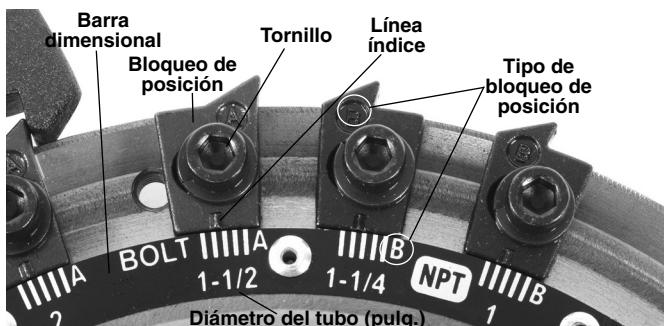

Figura 3 – Ajuste del tamaño de la rosca
6. Siempre asegure que sean iguales los tipos de bloqueo de posición (*Figura 3*).